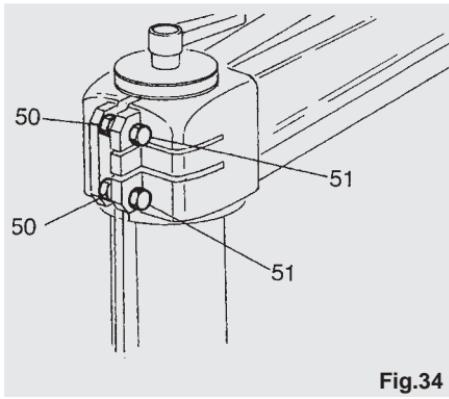

Fig.34
À cause de la rotation continue du bras, il peut se produire du jeu dans l'accouplement. En pareil cas faire référence à la figure 34. Desserrer les deux contre-écrous (50) et serrer les deux vis (51) jusqu'à obtenir l'élimination du jeu, sans toutefois créer trop de frottement qui puisse empêcher la rotation.